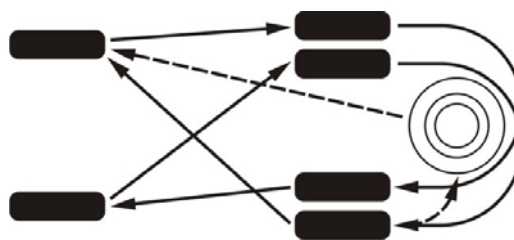

Рис. 9.12. Схема перестановки шин
– перестановку шин (рис. 9.12) следует производить по необходимости. Основанием для перестановки шин могут служить необходимость получения равномерного износа всех шин, в том числе и запасной, а также обеспечение правильного подбора шин по осям. На оси следует устанавливать шины, имеющие одинаковый износ протектора, причем более надёжные шины следует устанавливать на переднюю ось автомобиля.